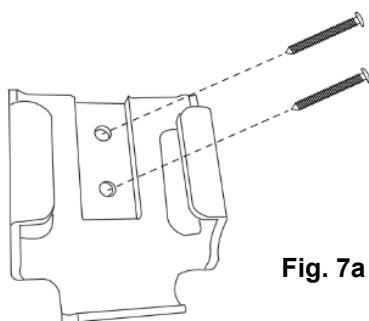

Fig. 7a
1. 나사 2 개로 리모컨 홀더를 설치할 적합한 벽을 찾습니다. (Fig.7a).